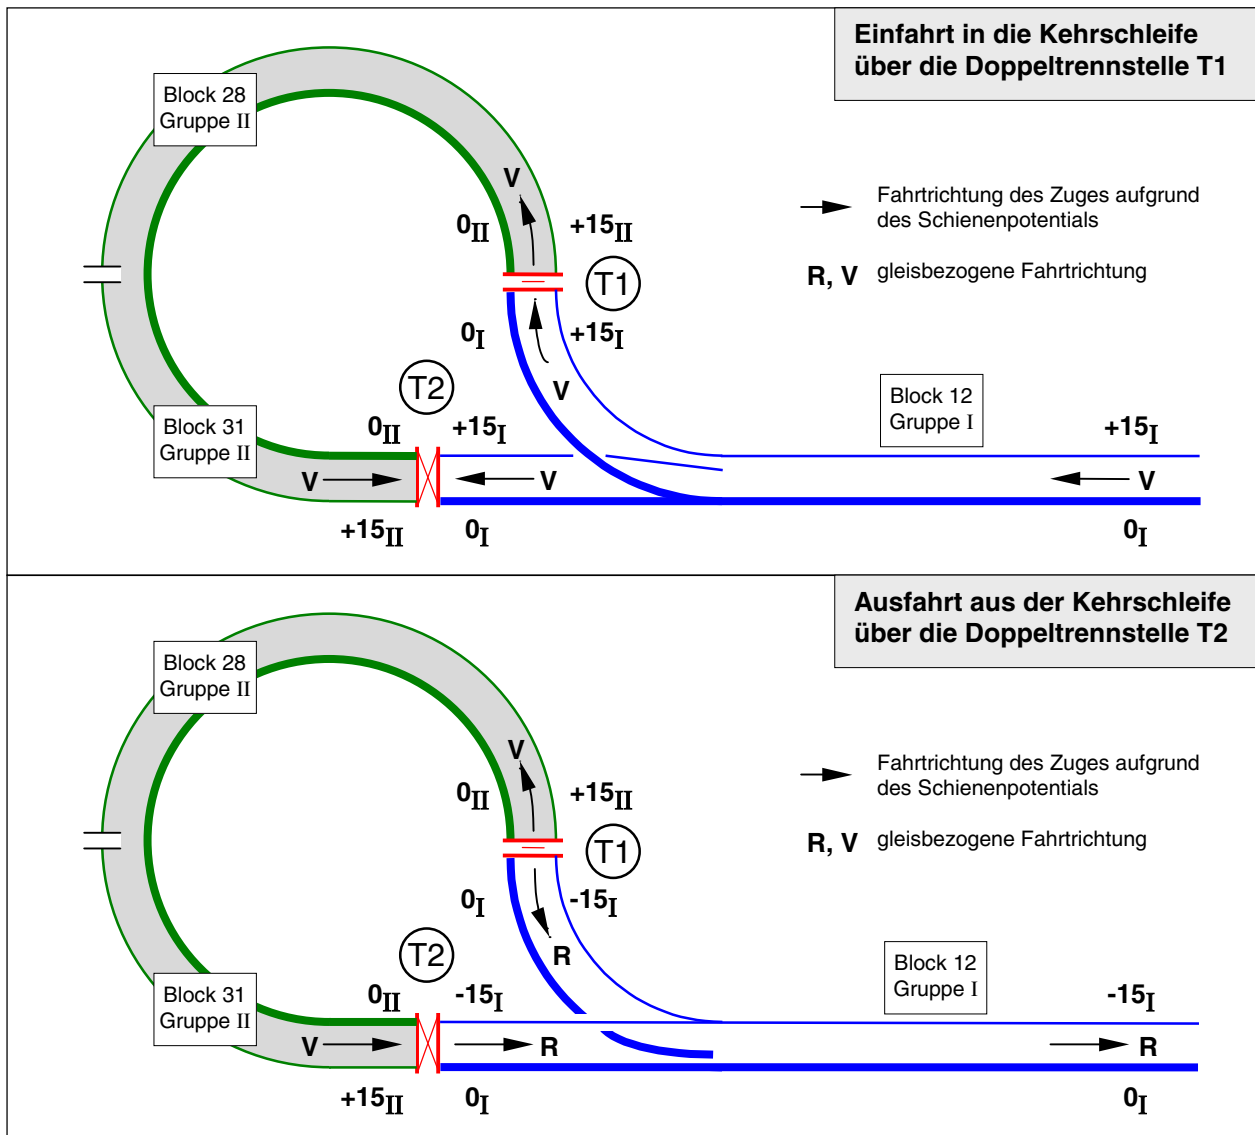

Bild 32.1 Einfahrt in die Kehrschleife über die Doppeltrennstelle T1
Im Verlauf der in Bild 32.1 gezeigten Kehrschleife findet an der Doppeltrennstelle T1 ein Wechsel der Fahrstromgruppe statt. An der zweiten Doppeltrennstelle T2 wechselt neben der Fahrstromgruppe auch die gleisbezogene Fahrtrichtung. Die jeweils dick gezeichnete durchgehende Schiene verdeutlicht dies. Zum weiteren Verständnis sind die Schienenspannungen in Fahrstromgruppe I und II eingetragen, wie sie sich während der Einfahrt in die Kehrschleife über T1 ergeben.
**Innerhalb einer Kehrschleife müssen mindestens 2 Blöcke** vorhanden sein. Es ist nämlich nicht zulässig, zwischen denselben Blöcken zwei verschiedene Arten von Doppeltrennstellen zu beschreiben. Wäre z.B. Block 31 in Bild 32.1 nicht vorhanden, würde sich bei den Eintragungen im TE-Formular folgende Doppeldeutigkeit ergeben: